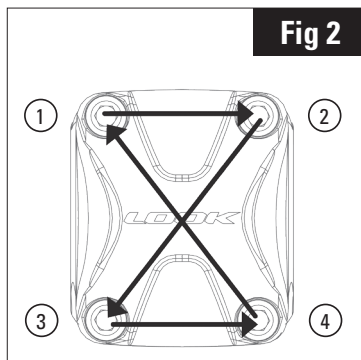

Fig 2
NB: para obtener el ángulo bajo de su potencia, móntela con los tornillos de apriete dirigidos hacia la izquierda, y para un ángulo alto, hacia la derecha. Fig. 2
4. Montar el manillar sobre la potencia. Asegurarse de que las roscas de los tornillos estén bien engrasadas y después apretar los cuatro tornillos de la tapa (1) con una llave Allen de 4, progresivamente y en forma de cruz (Fig. 2) con el par recomendado de 6 Nm.
5. Montar y apretar la tapa de compresión (5) con el tornillo de compresión (4) con ayuda de una llave Allen de 5 con el par recomendado de 2 Nm para comprimir el juego de dirección.
6. Apretar los tornillos de bloqueo de la potencia (6) para bloquearla sobre el pivote con el par recomendado de 6 Nm con una llave Allen de 4.